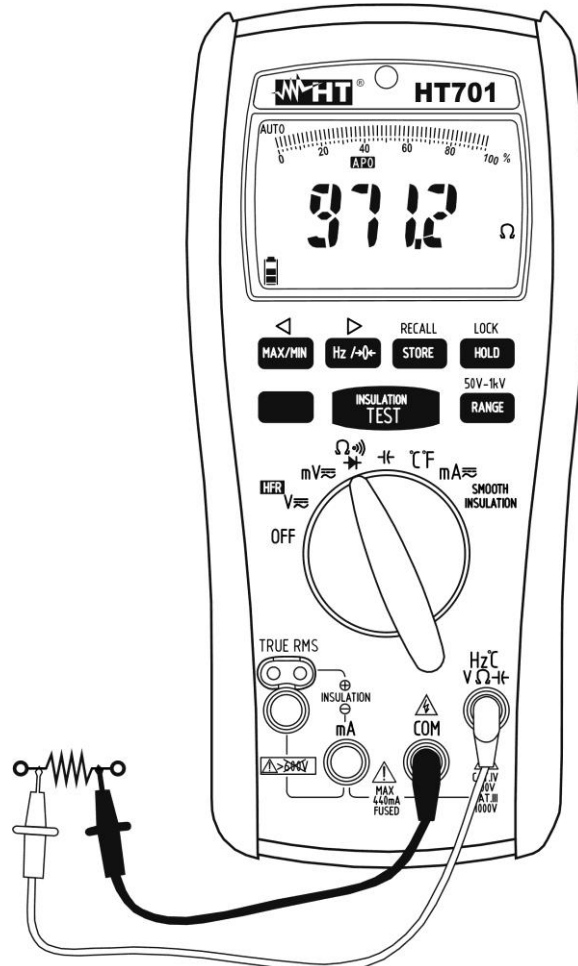

Fig. 6 : Utilisation de l'instrument pour mesure de résistance et test de continuité
3. Insérer le câble rouge dans l'entrée du jack **Hz °C V Ω Hz** et le câble noir dans l'entrée du jack **COM** (voir la Fig. 6).